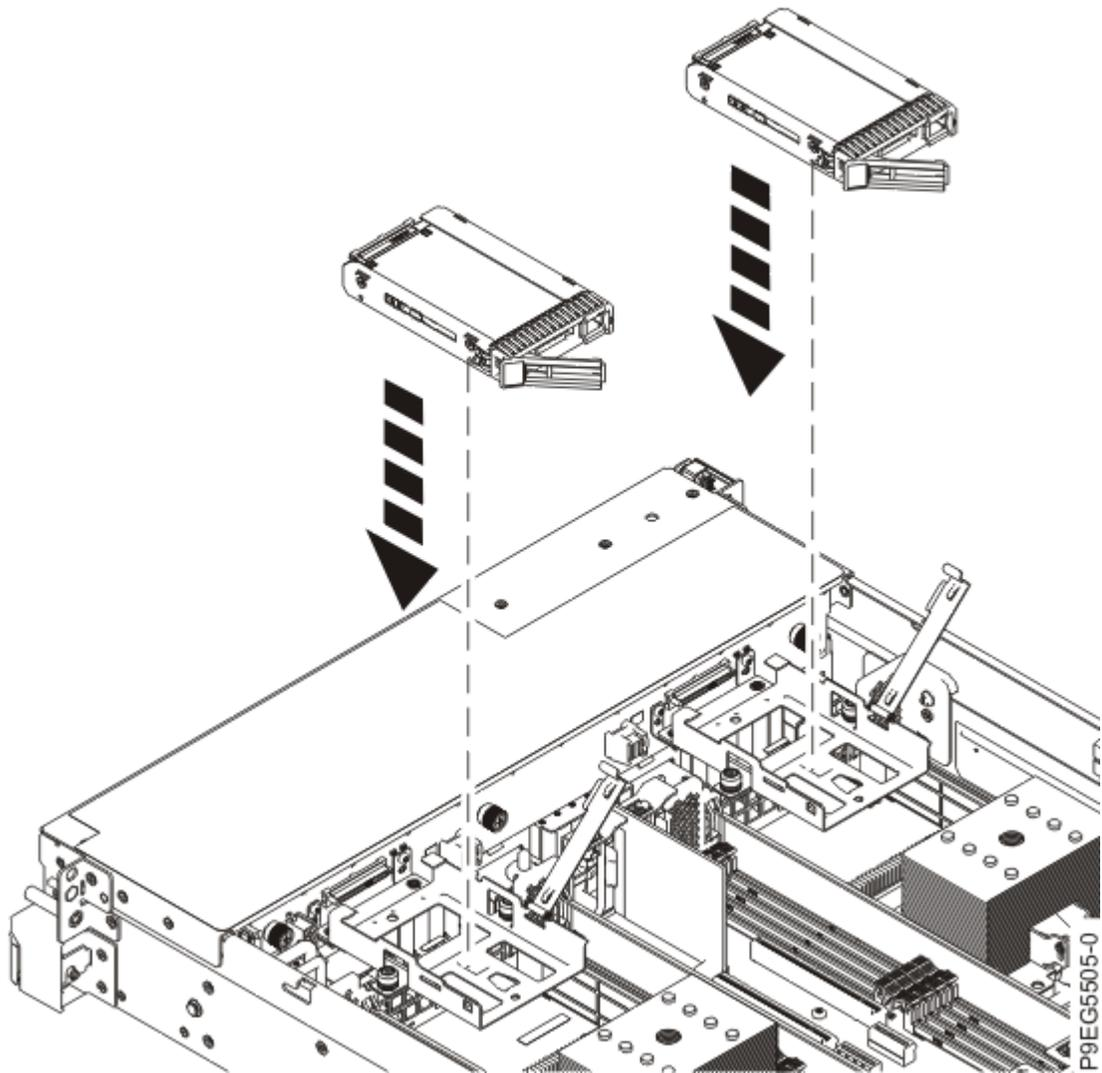

Figure 22. Abaissement de l'unité dans le tiroir d'unité
- b) Abaissez l'unité dans le tiroir d'unité, comme illustré dans la Figure 22, à la page 24.